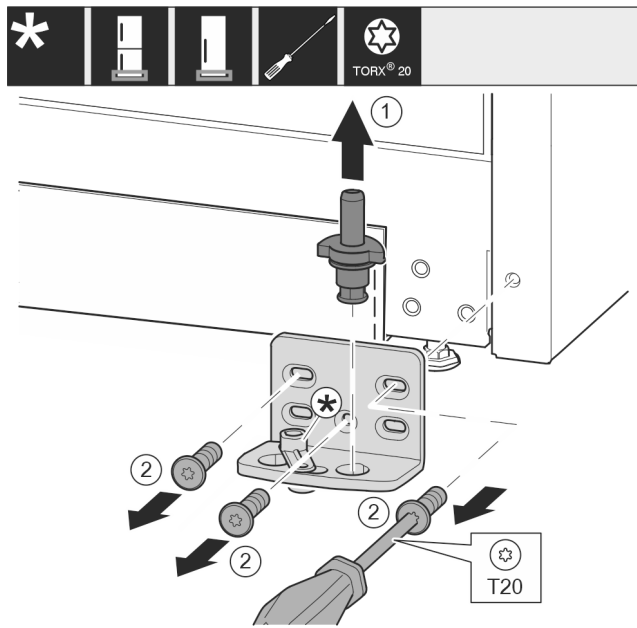

Fig. 43 *
- ▶ Wyjąć kompletny trzpień zawiasu Fig. 43 (1) w górę.*
- ▶ Wykręcić śruby Fig. 43 (2) śrubokrętem i zdjąć płytkę zawiasu.*